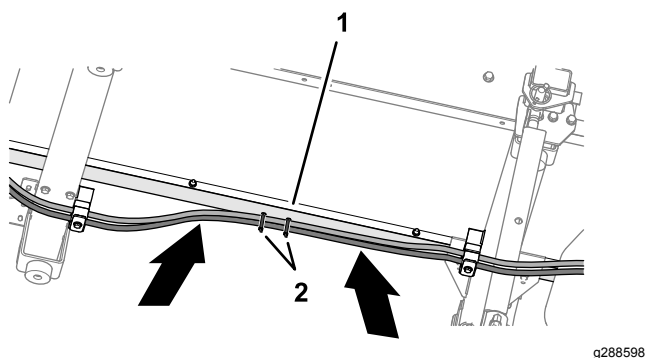

Figure 24
3. Entre les traverses avant et centrale, acheminez les flexibles contre le longeron droit du cadre (Figure 24).
4. Attachez les flexibles au longeron de cadre avec 2 serre-câbles (Figure 24). Lorsque vous attachez les flexibles, vérifiez qu'ils sont tendus correctement